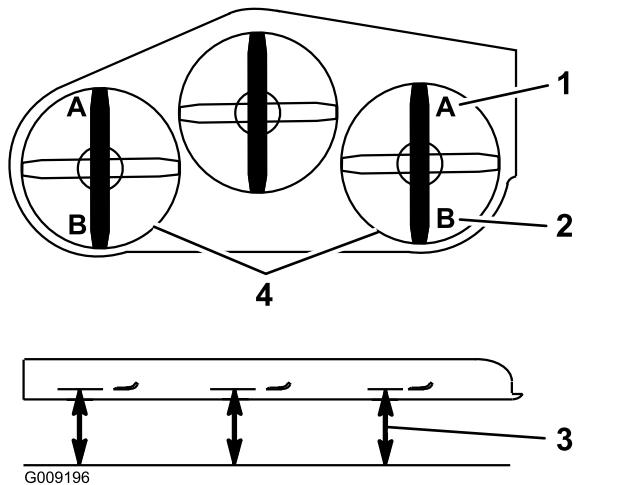

Figure 90
- 9. De chaque côté du tablier de coupe, mesurez la distance entre la surface plane et la pointe avant de la lame (position A), comme montré à la Figure 90.
15. De chaque côté du tablier de coupe, mesurez la distance entre la surface plane et la pointe arrière de la lame (position B), comme montré à la Figure 90.